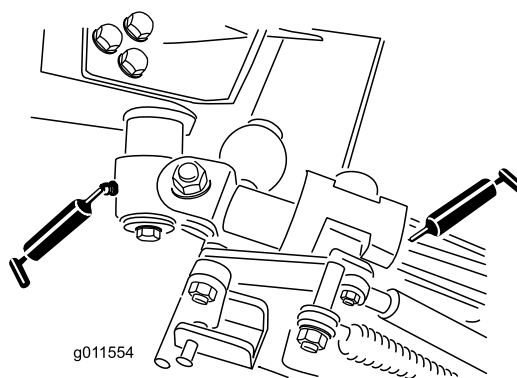

Figura 49
- Casquillos de pivote de la leva acodada (2) (Figura 49)
- Casquillos de los brazos traseros (4) (Figura 49)